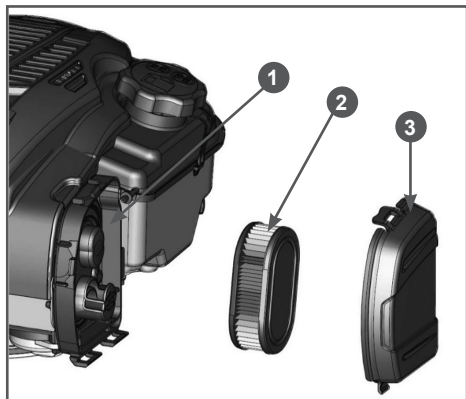

Рис. 21 Обслуживание воздушного фильтра
1. Нажмите на фиксатор и снимите крышку 3 воздушного фильтра (Рис. 21).
2. Извлеките из корпуса бумажный фильтрующий элемент 2 и проверьте его чистоту и целостность (Рис. 21).